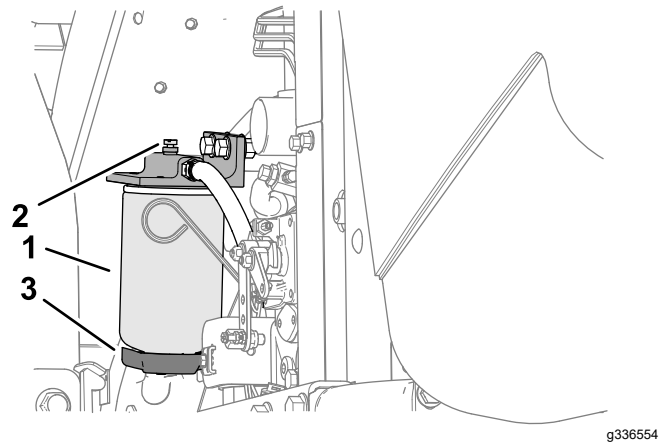

Figura 66
4. Allentate la valvola di spurgo situata nella parte inferiore della scatola del filtro (Figura 66).
3. Pulite la superficie circostante la scatola del filtro (Figura 66).